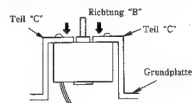

Abb. 9
- 3) Wenden Sie bei dem Austausch des DC Motors (D2) keine zu große Gewalt in Richtung "B" an. Wenn Teil "C" der Grundplatte verbogen wird, wird dadurch die Abtastung ungenau. (Abb. 9)